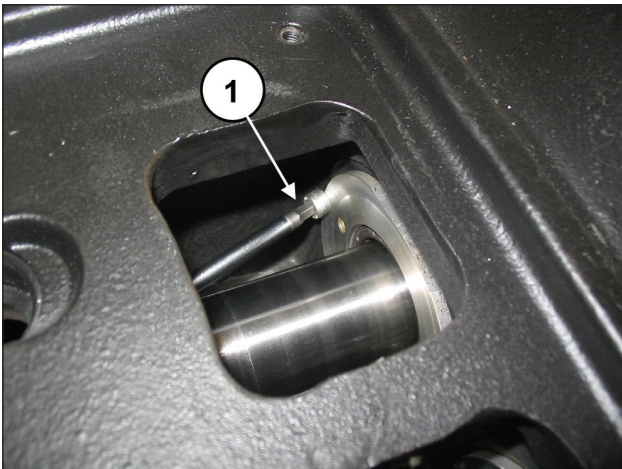

Abb. 127
Lösen Sie die zwei Befestigungsschrauben des Ölabbstreifring-Deckels (Pos. ①, Abb. 127).